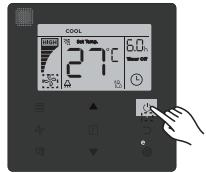

Рис. 14.13
1) Нажмите кнопку  (ВКЛ / ВЫКЛ), индикатор работы • на проводном пульте загорится, в то время как значок  ВКЛ / ВЫКЛ внутреннего блока на дисплее будет вращаться, показывая, что внутренний блок работает (см. рис. 14.13)